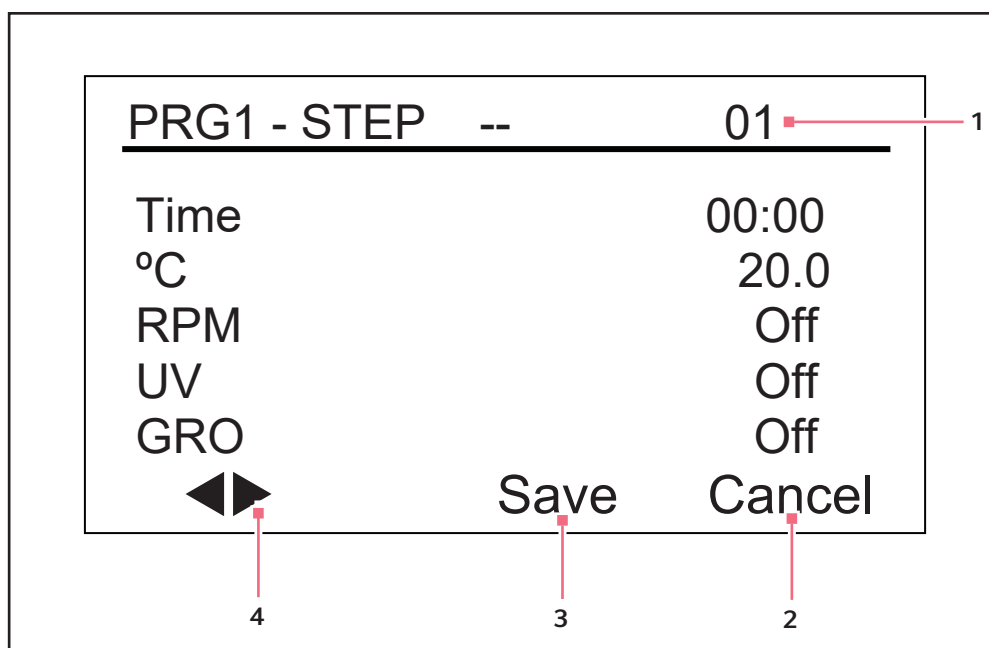

Рис. 9-11: Программа 1, шаг 1
2. Поворачивайте ручку до тех пор, пока в поле не появится *New*. Нажмите на ручку управления, чтобы выбрать этот режим. Откроется экран программы 1 - шаг 1 (Program 1 - Step 1) (см. рис. 9-11 на стр. 62):
5. Поверните ручку, чтобы выделить настройку температуры °C (20.0 на примере экрана (см. рис. 9-11 на стр. 62)), затем нажмите на ручку. Поле начнет мигать.